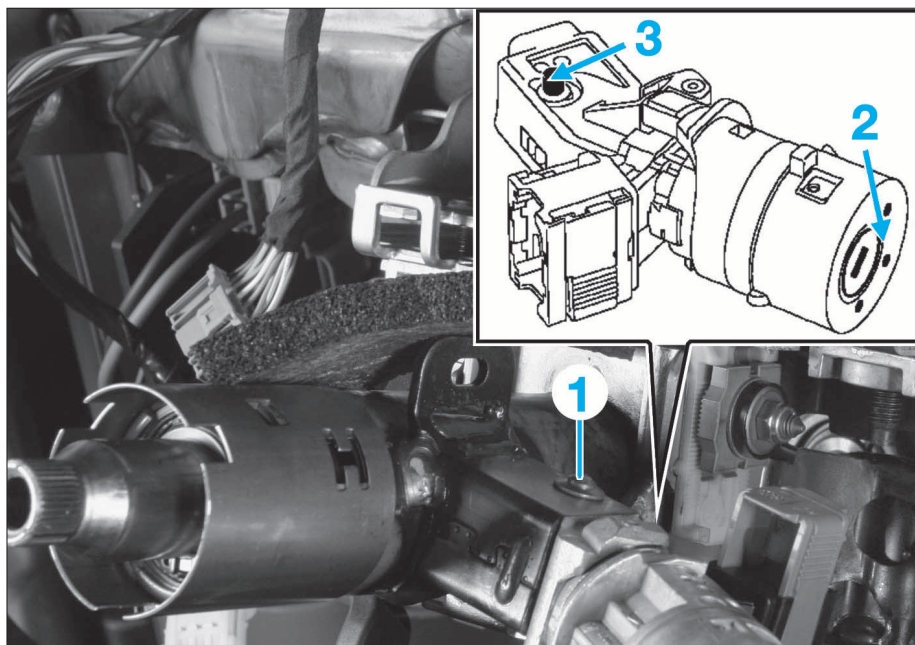

FIG. 9
- Effectuer un trait de scie sur la vis (1) de fixation sécable (Fig.9) et la déposer à l'aide d'un tournevis plat.
- Positionner la clé de contact entre la première et la deuxième position (+Accessoires et +APC) (2).
- Appuyer sur l'ergot (3) de maintien.
- introduire l'antivol de direction équipé de sa clé, tournée entre la première et la deuxième position, jusqu'en butée dans la colonne, tout en enfonçant l'ergot (3).
- poser une vis (1) neuve et la serrer jusqu'à rupture de sa tête.